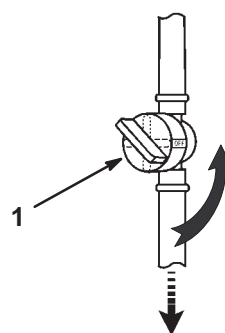

Figure 32
6. Fermez le robinet d'essence (Fig. 32).